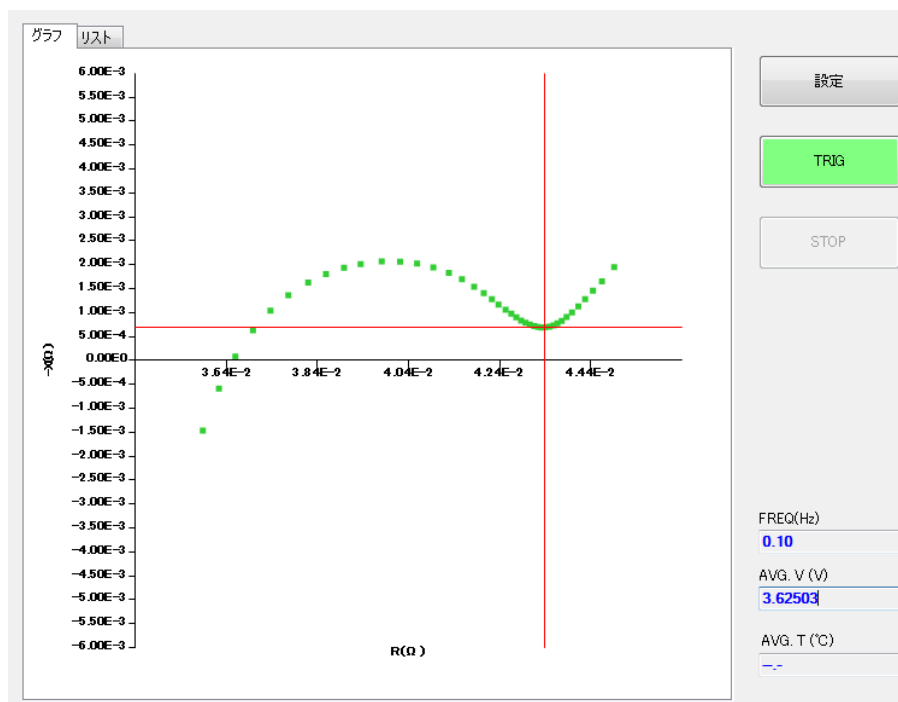

図 3-27. グラフ表示(Cole-Cole Plot モード)
- (1) [TRIG]ボタンをクリックします。
- (2) 設定された測定条件、掃引条件で周波数掃引の測定を行い、測定結果をグラフとリストに表示します。解析モードが Cole-Cole Plot の場合の例を示します。(図 3-27, 図 3-28)
- (3) 周波数掃引の測定を中止する場合は、[STOP]ボタンをクリックします。